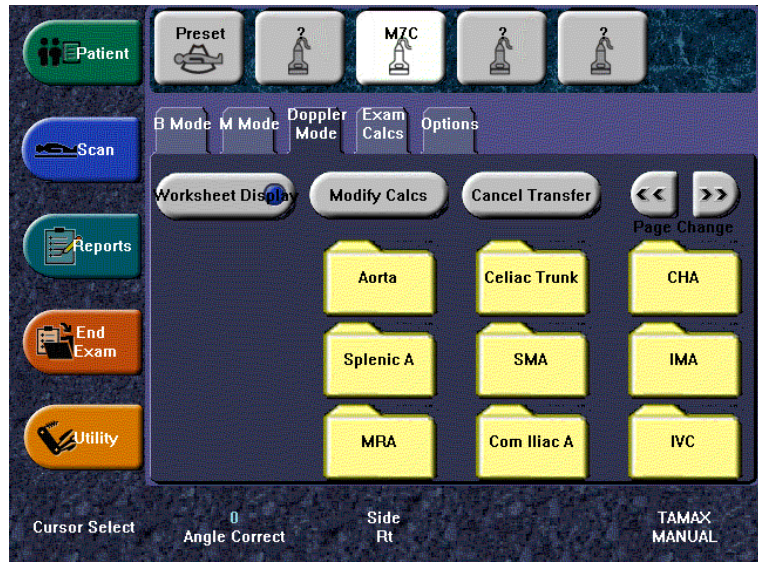
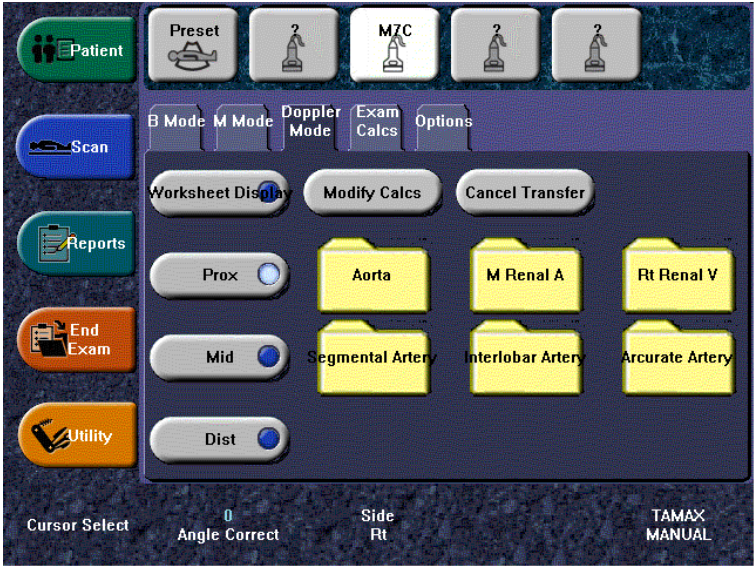

Рис. 8-5. Папка Abdomen Exam Calcs (Doppler Mode)
Рис. 8-6. Расчеты для исследования почек (доплеровский режим)
1. Выберите папку анатомической области, в которой будут проводиться измерения. Сведения по расчетам для обследования брюшной полости и почечной артерии приведены соответственно на Рис. 8-5 и Рис. 8-6.